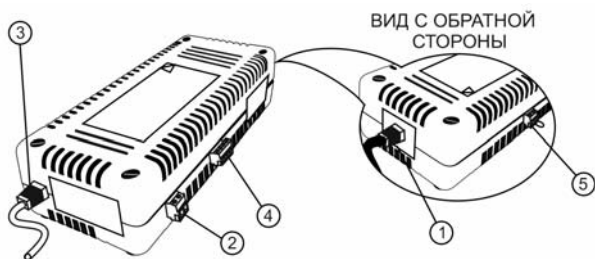

Рисунок 1 — Общий вид изделия.
- ⚠ Монтаж и обслуживание изделия производить при полном отключении сети 220 В и снятой перемычке аккумуляторной батареи (далее по тексту — АКБ) (см. рисунок 1).